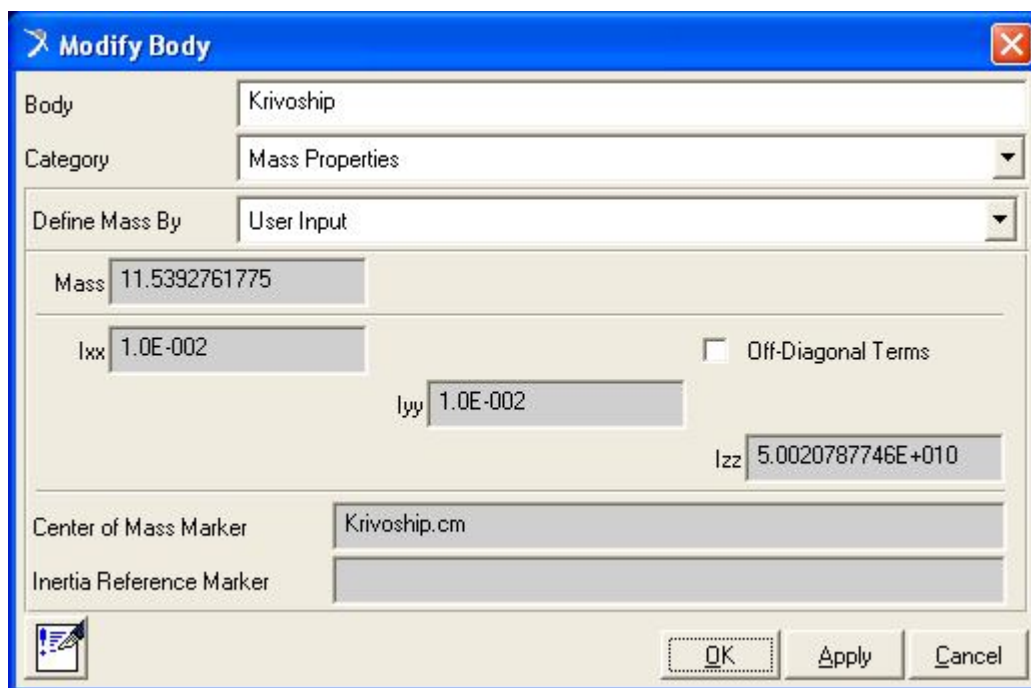

Рис. 37.
- в раскрывшемся окне (рис. 37) указать значение масс кривошипа в строке **Mass**, момент инерции кривошипа в строке **I_{zz}**, значения остальных моментов инерции оставить без изменений.